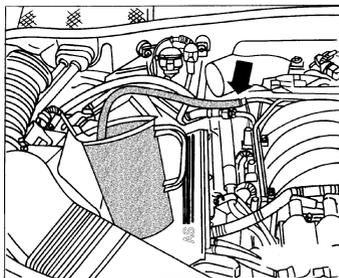

图1-16 从燃油分配管上拔下回油软管
① 从燃油分配管上拔下如图1-16所示的回油软管。
② 将图1-16箭头所示的辅助软管,装到燃油分配管上,然后将软管放入一量杯。